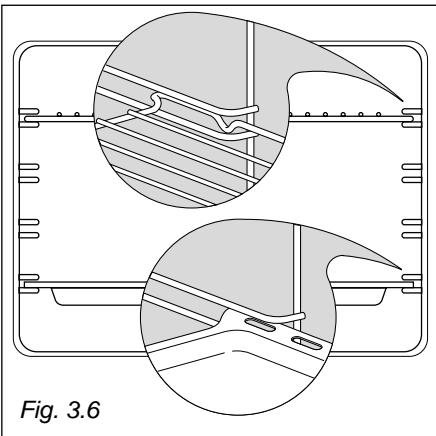

Fig. 3.6
– Infilare in mezzo alle guide dei telai laterali la leccarda e la griglia come in fig. 3.6.
La griglia va montata in modo che l'arresto di sicurezza, che ne evita l'estrazione accidentale, sia rivolto verso l'interno del forno (fig. 3.6)